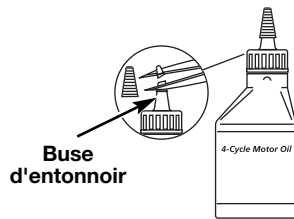

Fig. 2
Votre appareil est livré avec une bouteille d'huile SAE 30 SF, SG, SH de 90 ml (3,04 oz) (Fig. 2).
1. Dévisser le bouchon de la bouteille d'huile et retirez le papier couvrant l'ouverture. Replacez le bouchon. Coupez la pointe de la buse de l'entonnoir (Fig. 2).